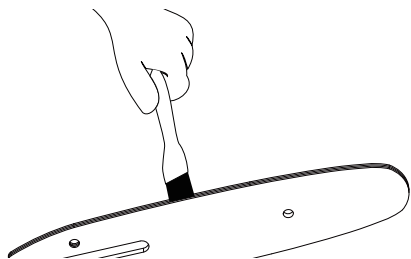

Fig. 27
2. À l'aide d'une brosse métallique, d'un tournevis ou d'un outil similaire, éliminez les résidus de la rainure intérieure du guide-chaîne (Fig. 27).